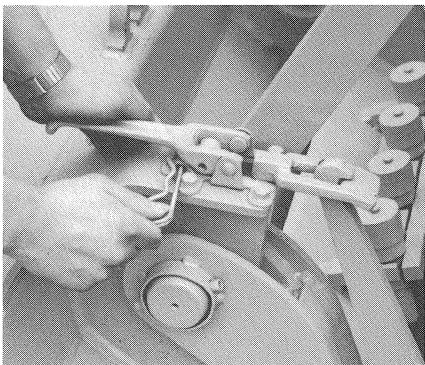

Bild 23
(3) Spannschloßöse in den Spannhebel einhängen und spannen. Federvorstecker in das Spannschloß einstecken (Bild 23).
(3) Accrocher l'oeillet du tendeur dans le levier de tension et le tendre. Introduire la clavette double dans le tendeur (fig. 23).